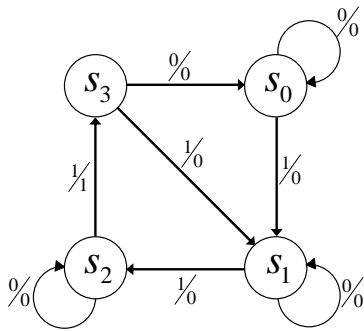
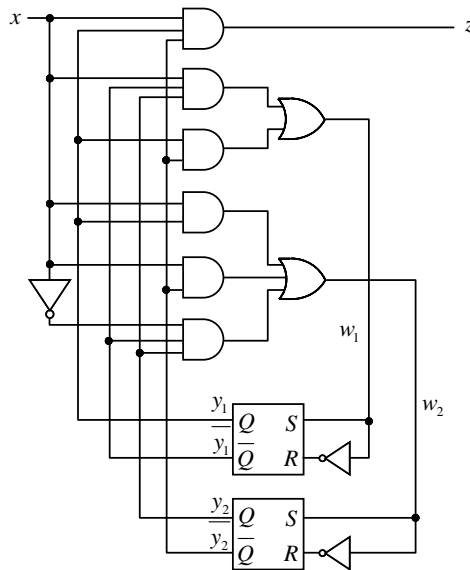

図 6 状態遷移図
図 7 順序回路
50 円硬貨 3 枚を入れたらコーラが出る販売機の状態遷移図及び順序回路はそれぞれ図 6 及び図 7 となる。
- 1) 図 6 の状態遷移図から、図 7 の順序回路が作成できることを確認する。
- 3) 得られた結果の入力 x と出力 z の関係は図 6 の状態遷移図通りになっているか確認する．